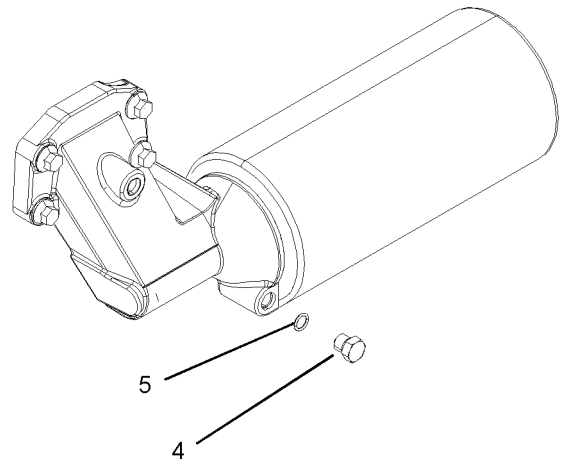

Ilustración 45
5. Instale el filtro nuevo del aceite. Gire el filtro de aceite hasta que el sello anular haga contacto con la superficie de sellado (2). En seguida, gire el filtro de aceite la > parte de una vuelta completa.
**Nota:** Algunos filtros de aceite se pueden instalar horizontalmente. Refiérase a la ilustración 45. Este tipo de filtro del aceite se puede drenar antes de quitarlo. El par de apriete para este tapón de drenaje (4) es de 12 N·m (8 lb-pie). Si es necesario, instale un sello anular nuevo (5). Comience con el Paso 1 para quitar e instalar el filtro del aceite.